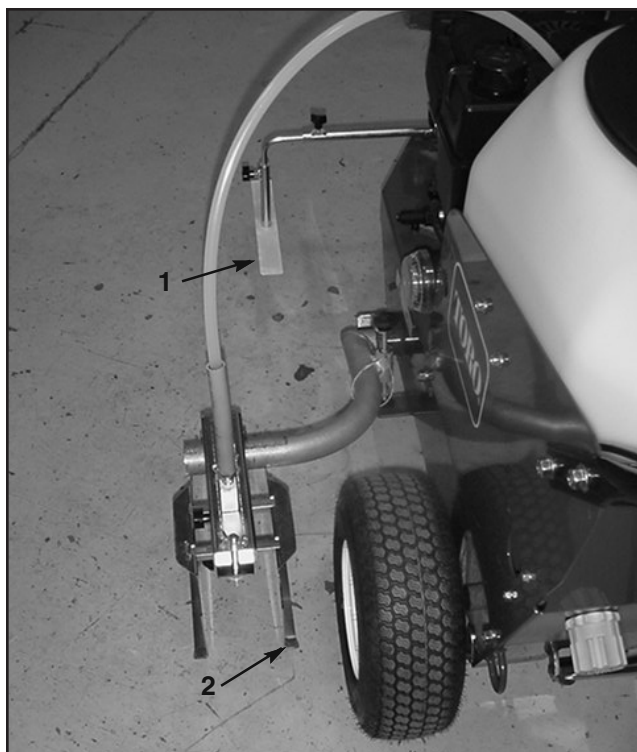

図26
ガイド（図26）は、オペレータが所定のラインを維持するのに便利な目印です。
- ライン・マーカ（図26）を取り付けチューブに固定しているネジをゆるめる。